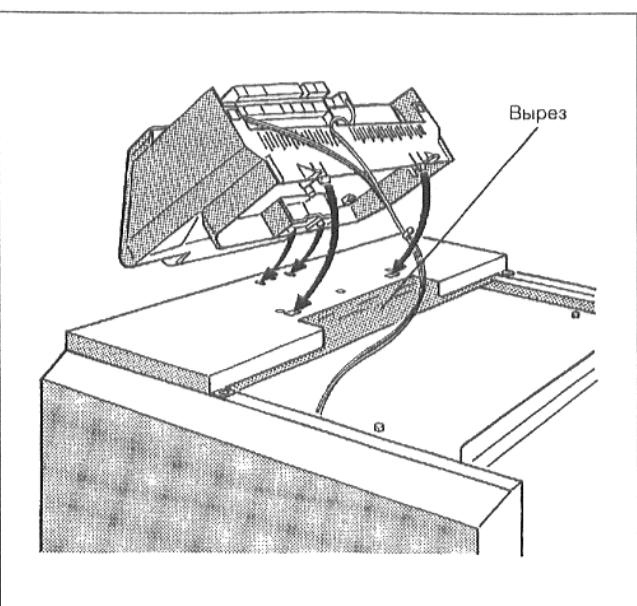

Рис. 7: Установка устройства регулирования
- Установить устройство регулирования на передний кожух котла таким образом, чтобы вставные крюки на нижней стороне устройства регулирования вошли спереди в овальные отверстия (Рис. 7).
Вставить в вырез в переднем кожухе котла капиллярные трубы датчиков температуры и, при устройстве регулирования "Ecomatic", линию датчика температуры воды подающей линии котла (Рис. 7).
- Подать устройство регулирования вперед, прижимая при этом вниз, чтобы два эластичных крюка зафиксировались в задних отверстиях (Рис. 7).